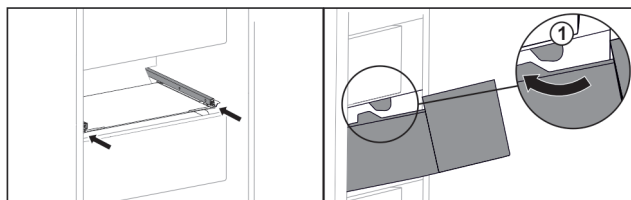

Fig. 136
- ▶ Predal speljite okrog zaustavljalnikov Fig. 136 (1).